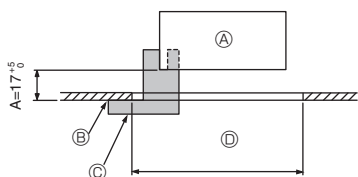
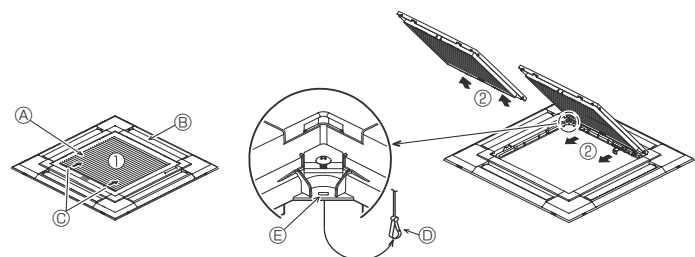
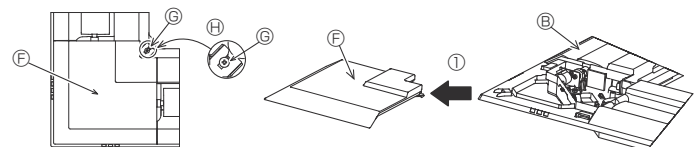

Fig. 9-2
Fig. 9-3
Fig. 9-4
①	Grille	1	950 × 950 (mm)
②	Schéma d'installation	1	(divisé en 4 parties)
③	Vis (4 × 16)	1	pour PLP-6EAE, PLP-6EALME
④	Panneau en coin i-see sensor	1	pour PLP-6EAE, PLP-6EALME
⑤	Télécommande sans fil	1	pour PLP-6EALM, PLP-6EALME
⑥	Support de la télécommande	1	Fournie s'il s'agit d'un modèle avec télécommande sans fil.
⑦	Piles LR6 AA	2	Fournie s'il s'agit d'un modèle avec télécommande sans fil.
⑧	Vis autotaraudeuses 3,5 × 16	2	Fournie s'il s'agit d'un modèle avec télécommande sans fil.
9.2. Préparation avant d'attacher la grille (Fig. 9-2)
- À l'aide de la jauge ② fournie avec ce kit, ajustez et vérifiez la position de l'appareil principal par rapport au plafond. Si l'appareil principal n'est pas correctement positionné par rapport au plafond, des fuites d'air peuvent se produire et provoquer un phénomène de condensation.
- Ⓒ Schéma d'installation ② (inséré dans l'appareil principal)
9.2.1. Retrait de la grille d'admission (Fig. 9-3)
- Pour ouvrir la grille d'admission, faire glisser les leviers dans le sens indiqué par la flèche ①.
- Lorsque la grille se trouve en position "ouverte", retirer la charnière de la grille d'admission comme indiqué par la flèche ②.
9.2.2. Retrait du panneau en coin (Fig. 9-4)
- Dévissez les 4 vis de coin. Pour retirer le panneau, faites-le glisser dans le sens indiqué par la flèche ①.
[Fig.9-3] [Fig.9-4]